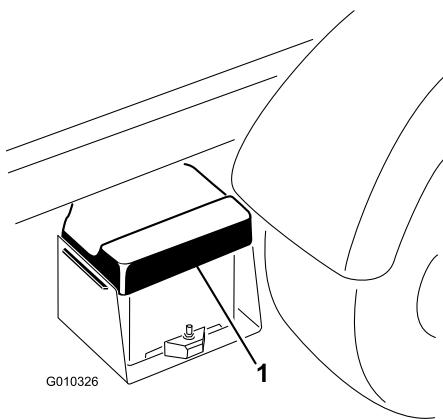

Bild 5
1. Nehmen Sie die Batterieabdeckung vom Batteriekasten ab (Bild 5).